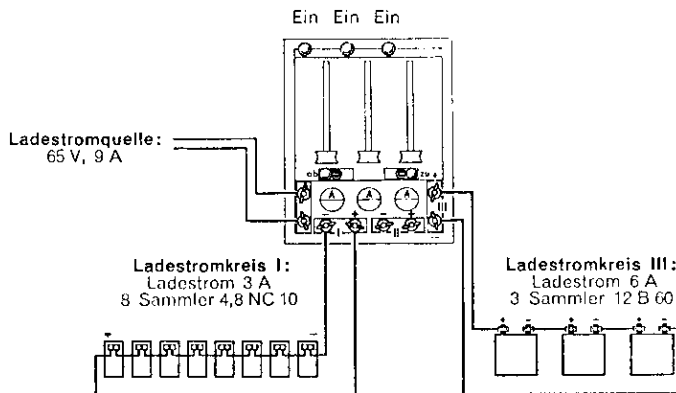

Abb. 62
2. Ein Stromkreis mit 6 A, ein Stromkreis mit 3 A belastbar²⁾ (Abb. 62).